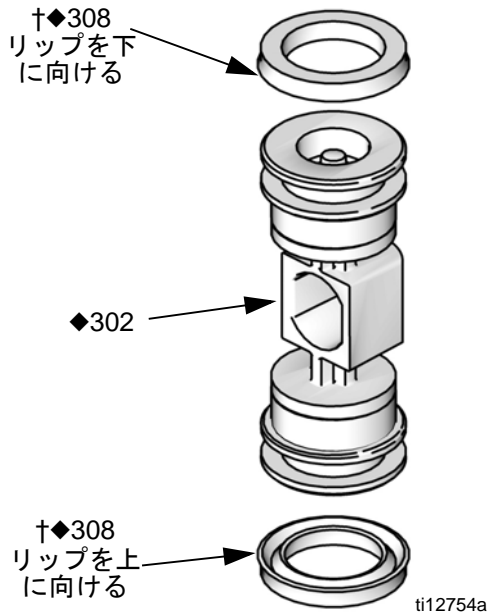

図 14. エアバルブ U カップの取り付け
2. 図 14 を参照ください。U カップ (308†◆) に潤滑油を塗布し、ピストンの中心にリップを向けた状態でピストン (302◆) 上に取り付けます。